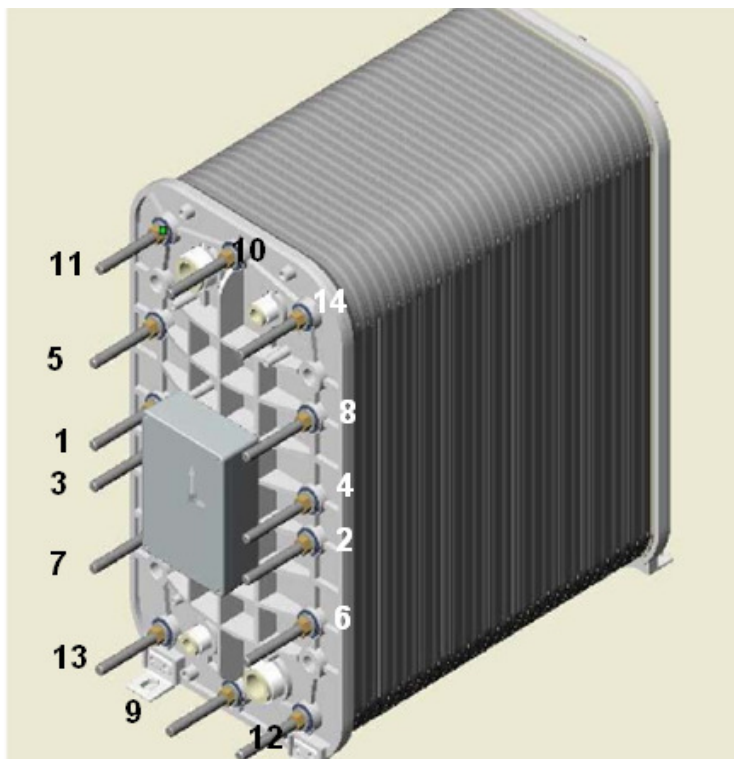

Рис. 3-1 Очередность затяжки болтов модуля
Если во время транспортировки гайки на резьбовых стяжных болтах ослабли, давление поступающей воды может вызвать неустранимое повреждение. Поэтому проверку момента затяжки болтов модуля и процедуру затяжки необходимо выполнить до поступления воды в модуль (Указания по повторной затяжке см. на Рис. 3-1 и в Табл. 3-1.) Выполнять повторную затяжку требуется не для всех модулей.
- **Очередность:** На Рис. 3-1 показана очередность повторной затяжки стяжных болтов. Иными словами, начинайте затяжку с болта 1, а заканчивайте — болтом 14.
- **Нормативные моменты затяжки:** Табл. 3-1 содержит значения окончательного момента затяжки для каждого стяжного болта, пронумерованного на Рис. 3-1.
2. Отрегулируйте динамометрический гаечный ключ на 10 фут-фунтов. Установите сверхглубокую, 19-миллиметровую ударную головку (номер детали IONPURE W2T210908) на динамометрический ключ и затяните все 14 стяжных болтов шестигранными гайками (на анодном конце) с моментом 10 фут-фунтов, соблюдая очередность, как показано на рис. 3-1.